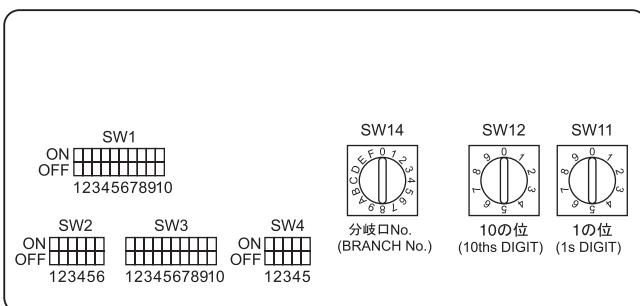

Fig. 4-6
4.5. Impostazione degli indirizzi (Fig. 4-6)